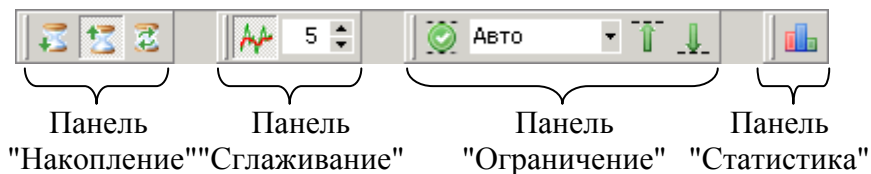
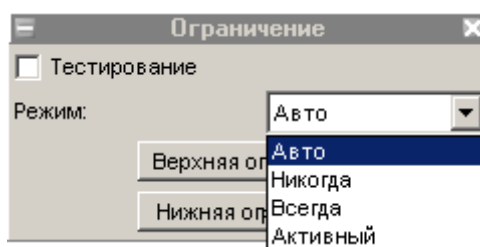

Рисунок 4.15 – Панели инструментов функций над трассами
Рисунок 4.18 – Панель управления «Ограничение»
4.8.3.1 Сглаживание трассы включается кнопкой на панели инструментов «Сглаживание» (рисунок 4.15). Поле ввода с регулировкой значения задаёт размер апертуры сглаживания в процентах от числа точек в трассе:
4.8.4.2 Ограничительные линии задаются отрезками в диалоговом окне (рисунок 4.17), появляющемся по нажатию кнопки «Верхняя огр. линия» или «Нижняя огр. линия» на панели управления «Ограничение» (рисунок 4.18) или соответствующими кнопками на панели инструментов «Ограничение» (рисунок 4.15).
4.8.5.2 Отображение статистических данных включается и выключается кнопкой в панели инструментов «Статистика» (рисунок 4.15). Текст со статистическими данными может быть перемещён манипулятором «мышь» в пределах области построения трасс в более удобное положение.